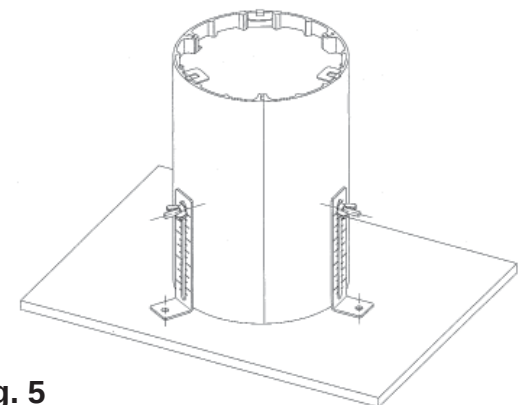

Fig. 5
1. Attach assembly to the deck with appropriate fasteners (not provided). See Fig. 5.
- Fixer l'ensemble au plancher avec les ferrures appropriées (non fournies). Consulter la Fig. 5.